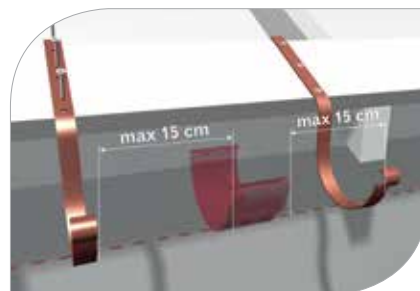

рис. 3
- 1.7 Причем кронштейны необходимо монтировать не более чем на 15 см от воронок, соединителей и углов (**рис. 3**)